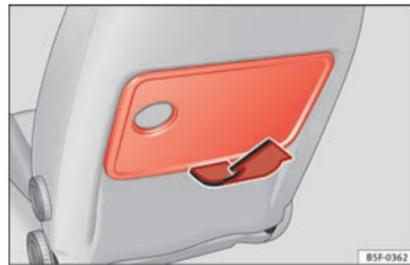

Fig. 114 Asiento delantero izquierdo: mesita plegable.
– Para utilizar la mesita levántela hacia arriba en la dirección de la flecha » fig. 114.